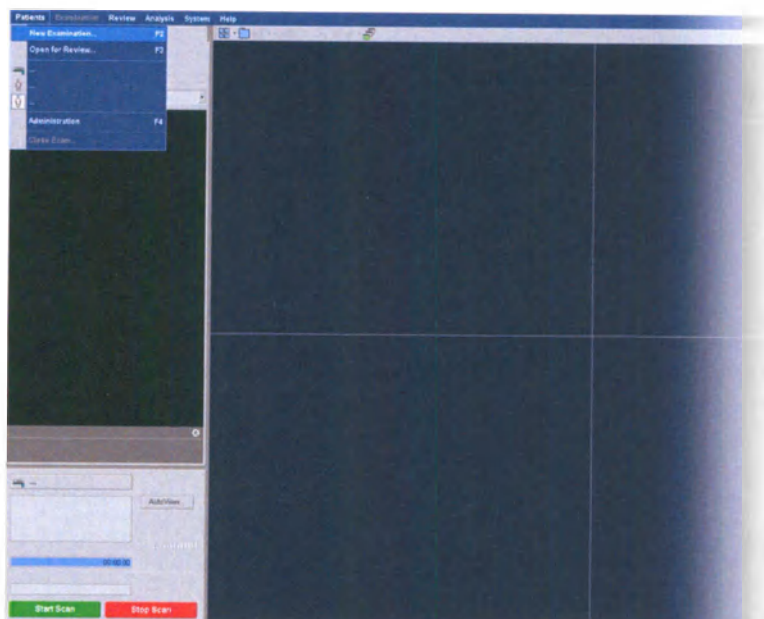

Рис. 7.39 Пульс MPT Elekta Unity
- (1) Крышка наливного отверстия
- (2) Наливное отверстие
- (3) Шприц с раствором для фантома
- е Установите крышку наливного отверстия (1) на место.
- а Выберите пункты **Patients > New Examination** (Пациенты > Новое обследование) на пульте MPT Elekta Unity (см. Рис. 7.39).